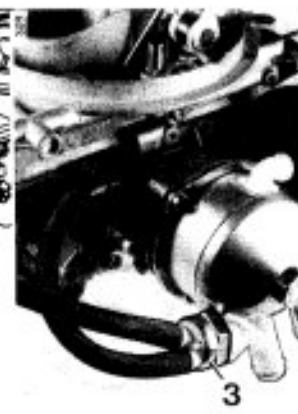

Bild 18b
- im Pneumatikventil (Bild 18b)